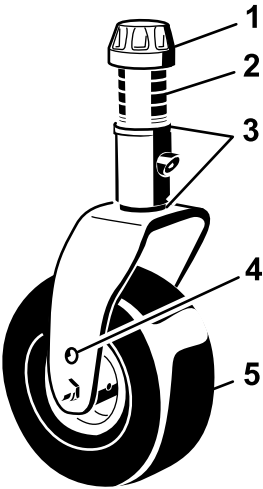
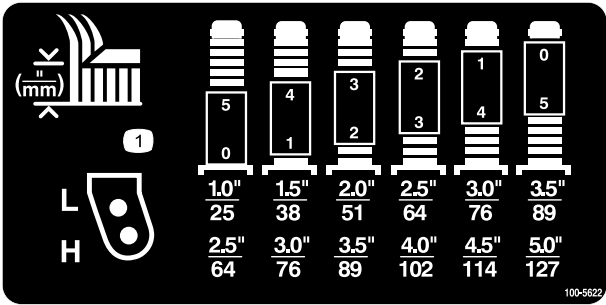
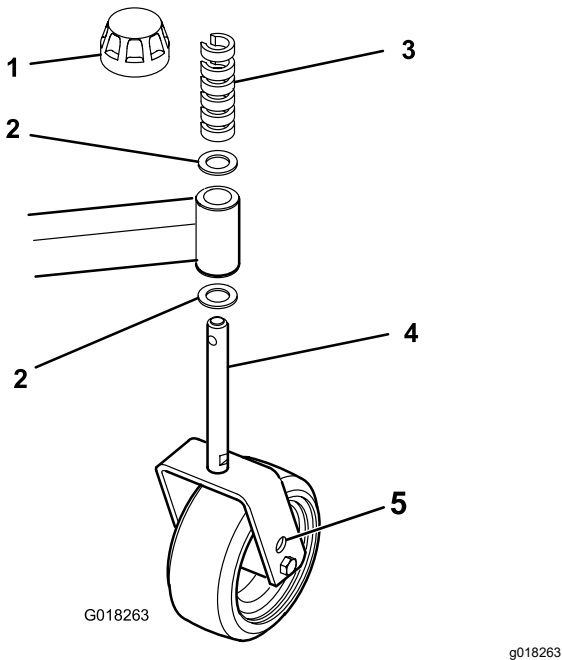

图 7
图 8
图 9
2. 将脚轮轴放到所有脚轮叉的相同孔中。请参阅图 7、图 8 和图 9 确定用于设定的正确孔位。
1. 从锭轴上取下张紧帽图 7 然后将锭轴滑出脚轮臂。
1. 从锭轴上卸下张紧帽图 9。